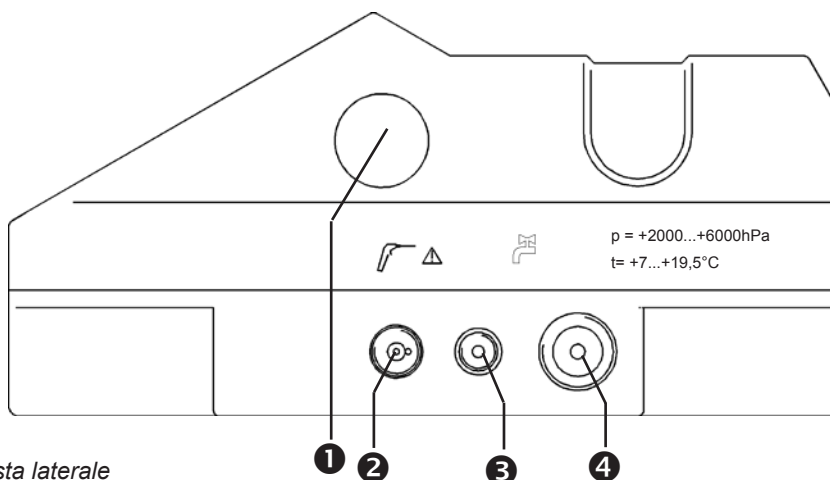
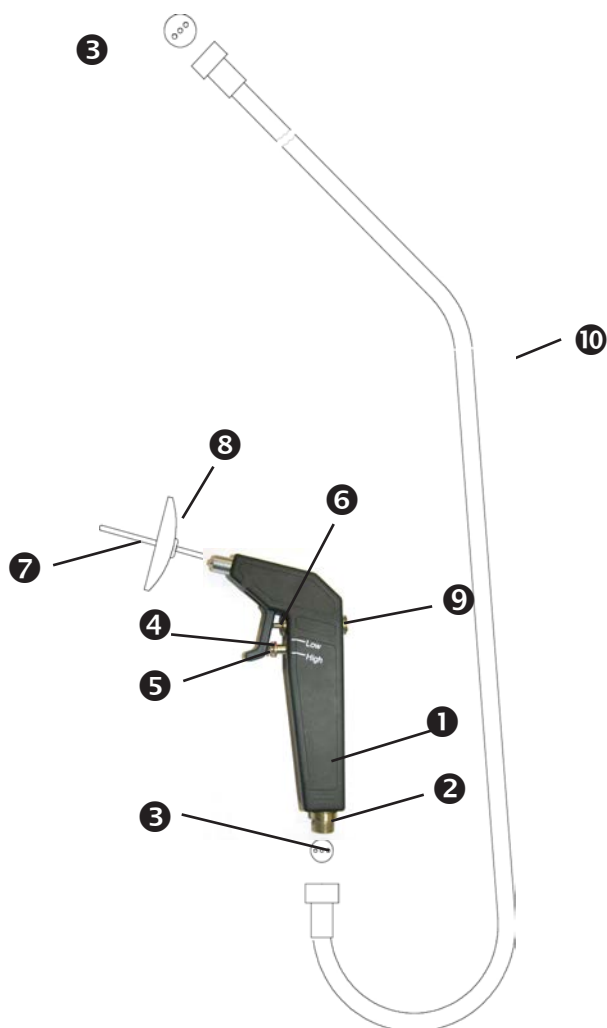

Figura 3. Vista laterale
Figura 4. Manopola di lavaggio
- Avvitare i dadi con l'attacco del filtro e con l'allacciamento dell'apparecchio (❶, figura 3).
- Avvitare i dadi con l'allacciamento dell'apparecchio (❷, figura 3) e con le guarnizioni di scarico.
- Avvitare il "tubo doppio" (❶, figura 4), con la "guarnizione a tre fori" inserita (❸, figura 4) sull'allacciamento dell'apparecchio (❷, figura 3).